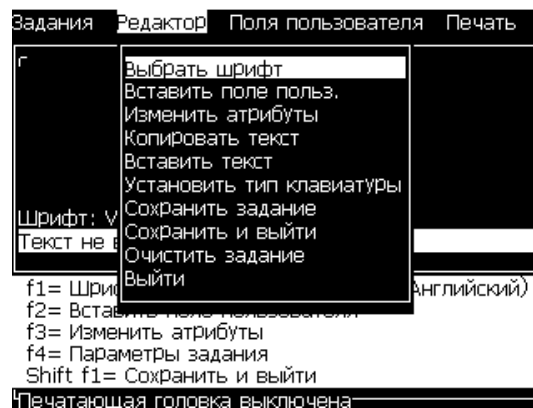

Рисунок 5-34: Меню “*Editor*” (редактор)
- 1 Нажмите кнопку “*Alt*” + *E* или нажмите кнопку “*F1*”. Появится меню “*Editor*” (редактор) (смотрите Рисунок 5-34).